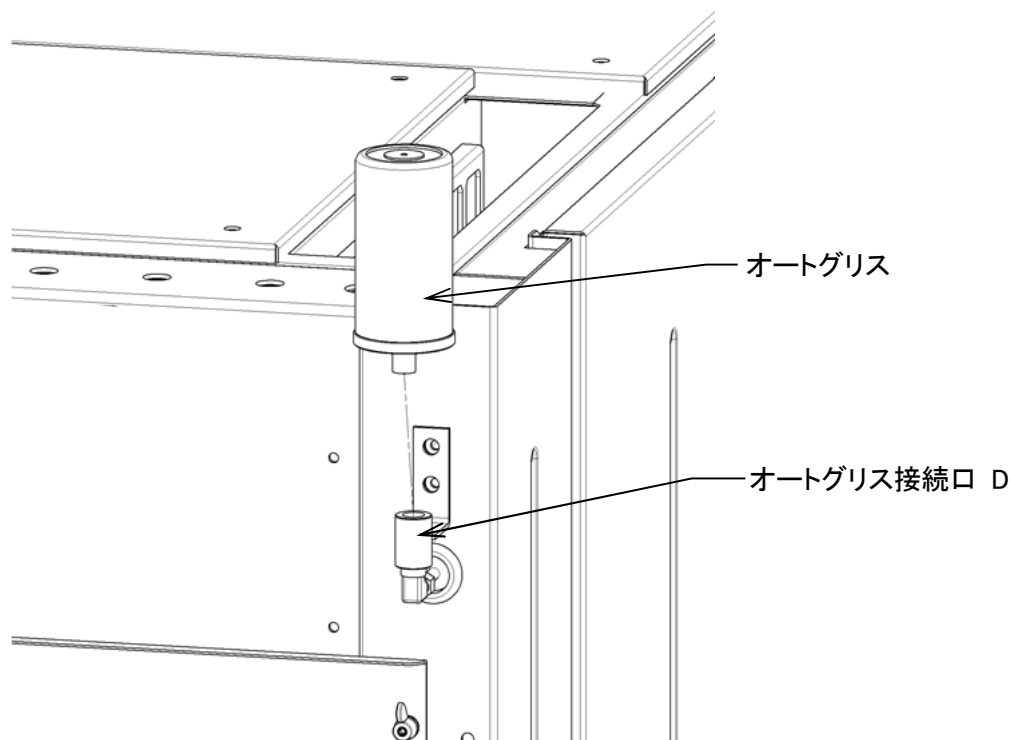

図5-2
- ・ 付属品のオートグリスをオートグリス接続口 D に取り付けます。(図5-2)